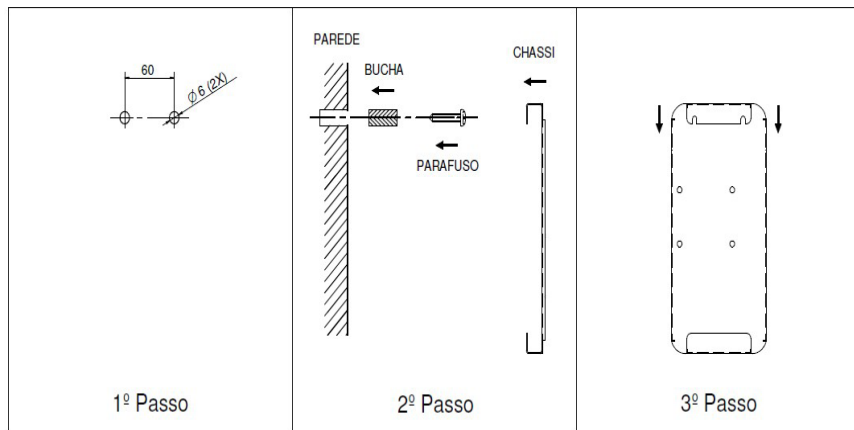

Figura 17
1. Escolha um local onde não haja incidência de luz solar sobre o módulo de energia do Gerador de Cloro **EASYCLOR PRO**, pois a ação dos raios ultravioleta (UV) podem causar manchas no equipamento. Por se tratar de um aparelho eletroeletrônico também deverá estar protegido da chuva, atente-se também se o local de instalação possui um sistema de recirculação de ar para evitar o sobreaquecimento do equipamento.
3. Para a fixação do módulo de energia, o instalador deve fazer uso do kit de parafusos que acompanha seu aparelho, para isso devem ser feitos dois furos de 6 mm a uma distância de 60 mm entre eles, conforme ilustrado na figura 17.